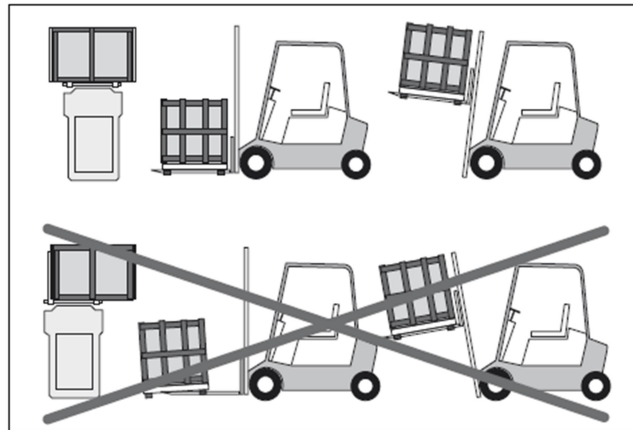

Рис. 4
- Распределите массу витрины так, чтобы сохранялось равновесие в центре тяжести груза (Рис. 4) . НЕ применяйте грузоподъемные средства: